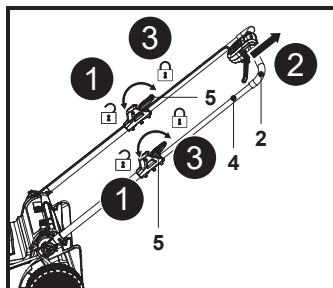

Fig. 3
7. Abra las dos palancas de bloqueo (5), luego sujete la empuñadura de agarre (2) y tire poco a poco de la barra superior del manillar (4) hasta el final (Fig. 3, pasos 1 y 2).
8. Cierre las dos palancas de bloqueo (5) y compruebe si la barra superior del manillar (5) está bien sujeta (Fig. 3, paso 3).